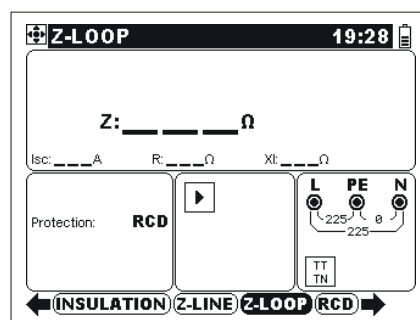

Рисунок 5.18 - Полное сопротивление контура
- ❑ **Подключите** измерительные провода и испытываемому объекту (см. *рис. 5.18*).